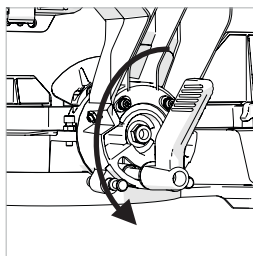

Fig. 66
- Slăbiți șurubul de blocare a înclinării folosind mânerul de blocare a înclinării. (Fig. 66)